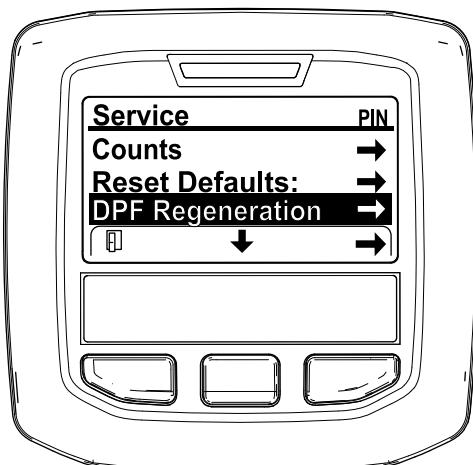

Figura 30
3. En el MENÚ SERVICIO, pulse el botón central hasta que se muestre la opción REGENERACIÓN DEL FPD, y pulse el botón derecho para seleccionar la opción REGENERACIÓN DEL FPD (Figura 30).